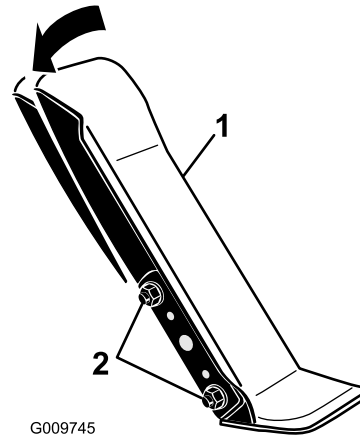

Figure 80
1. Desserrez les 2 écrous et boulons qui fixent le côté gauche de la pédale de déplacement au support (Figure 80).
2. Faites pivoter la pédale à l'angle voulu puis serrez les écrous (Figure 80).